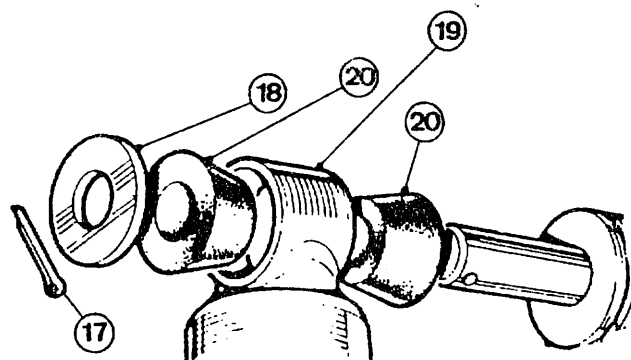

Fig. 05.1-6
Fije los amortiguadores de la parte superior, con sus silentbloc (20), arandelas (18) y pasadores de aletas (17) (Fig. 05.1-6). Al colocar el pasador de aletas haga uso del útil Ref. 193200 para comprimir los silentbloc.